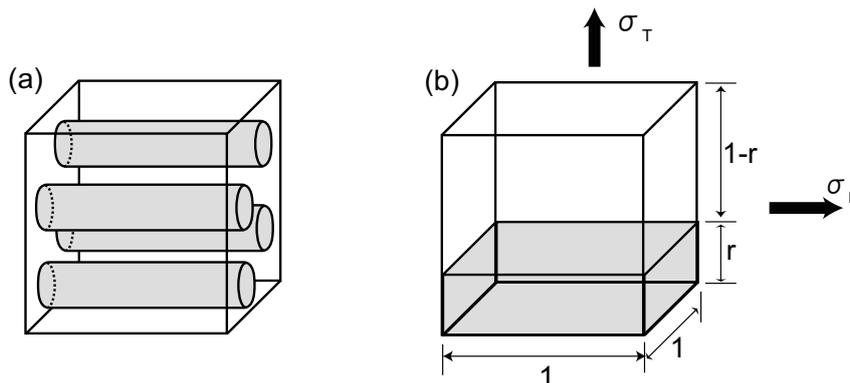

図1 (fig20131105b)
- 複合材料の密度^{*5}・弾性率。(第4回, Fig. 1)